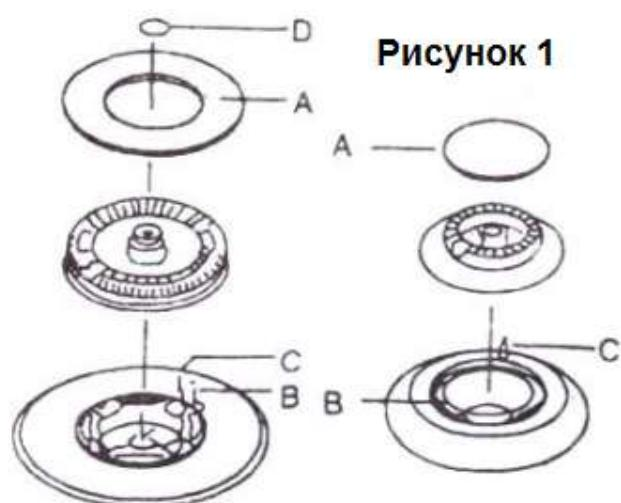

Рисунок 1
- После того, как пламя загорится, не отпускайте ручку в течение приблизительно 10 секунд: это необходимо, чтобы нагрева термопары (рисунок 1, С) и активации клапана безопасности, который в противном случае перекроет поток газа.
Автоматическая система розжига оборудована (если таковая система установлена) керамической свечой или металлическим электродом (Рисунок 1, В). Эти элементы конфорки необходимо периодически очищать. Кроме того, необходимо проверять, не заблокированы ли полости в горелках, чтобы избежать затруднений при розжиге.